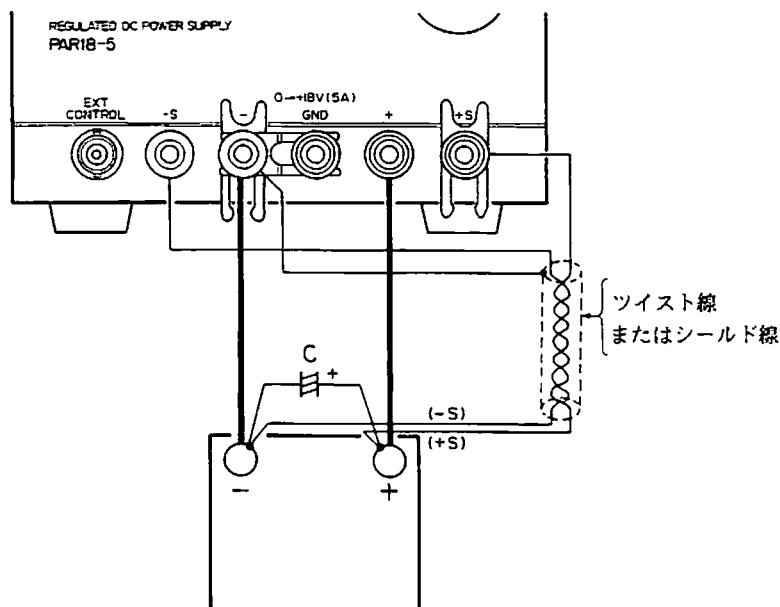

図 8
- 1) OUTPUT LED⑩が消灯していることを確認します。
- 2) 図 8 の様に本機と負荷を接続してください。